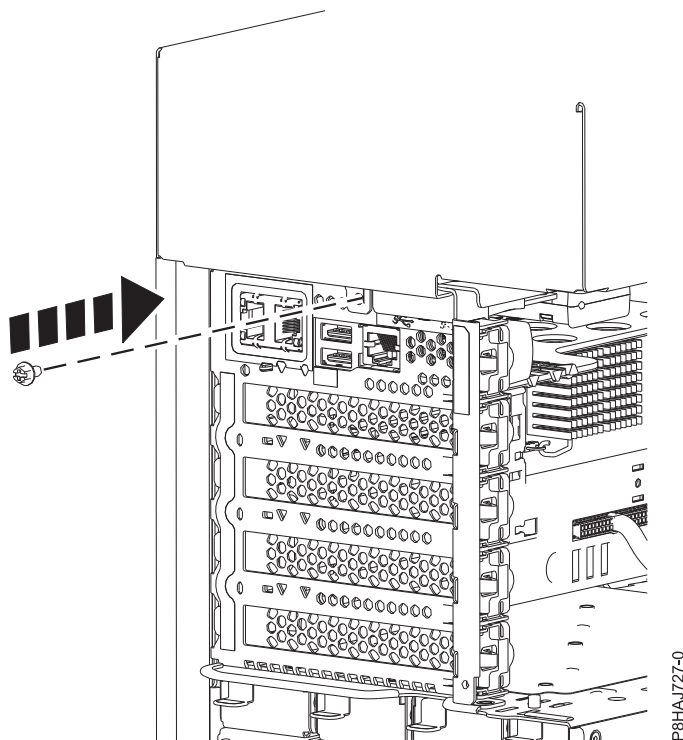

Figura 26. Col·locació del cargol de la coberta lateral model 8286-41A
5. Col·loqueu el cargol posterior de la coberta lateral amb un tornavís Phillips, tal com es mostra a la Figura 26 a la pàgina 42.